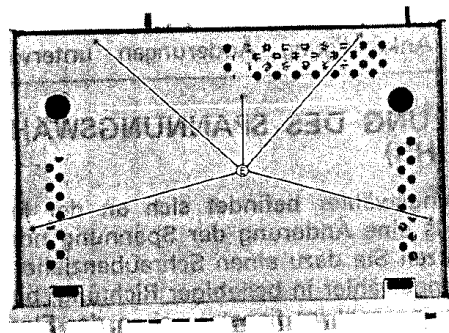

Figure 4-3
1. Remove six knobs and one screw (C) retaining near the TREBLE control shaft.
2. Remove four screws (D) and remove the front panel. (two screws each for the right and left sides.)
3) REMOVAL OF BOTTOM PLATE (Refer to Figure 4-3.)
1. Die sechs Knöpfe und die einzelne Schraube (C), mit denen die Höhenstellerachse befestigt ist, entfernen.
2. Die vier Schrauben (D) entfernen und die Frontplatte abnehmen (jeweils zwei auf der rechten und linken Seite)
3) ENTFERNEN DER BODENPLATTE (Siehe Abbildung 4-3.)
- Die fünf Schrauben (E) an der Bodenplatte entfernen. Die Bodenplatte kann dann abgenommen werden.
1. Déposer les six boutons et la vis de retenue (C) de l'arbre de la commande des aiguës.
2. Déposer les quatre vis (D) et retirer le panneau avant (deux vis de chaque côté droit et gauche)
3) DÉPOSE DE LA PLAQUE DE BASE (Se reporter à la Figure 4-3.)
- Déposer les cinq vis de retenue (E) de la plaque de base puis la plaque de base peut être détachée.